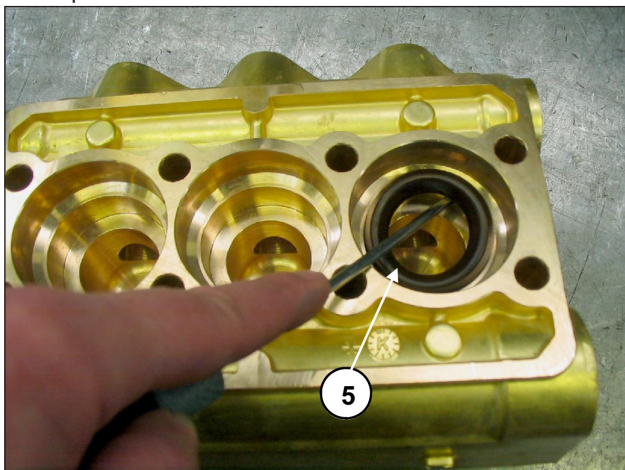

Fig. 21
C) Extraire les bagues d'étanchéité à haute pression de la tête et celles de basse pression du support correspondant en utilisant des outils ordinaires, comme l'indique la Fig. 21, rep. ⑤, et en ayant soin de ne pas endommager les sièges respectifs.